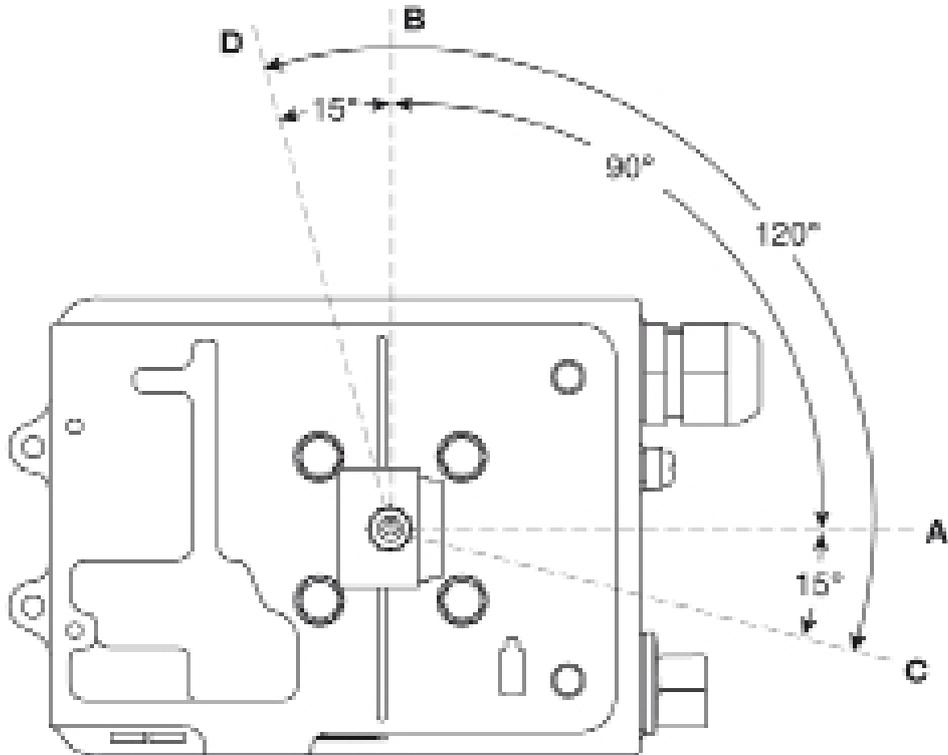
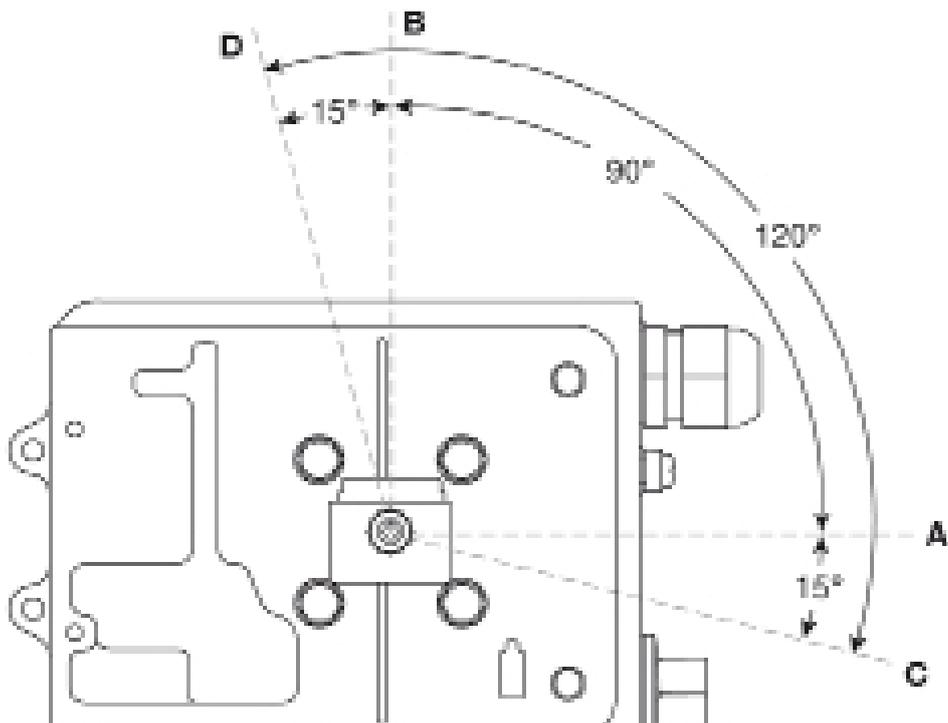

Fig. 43 Vue arrière du positionneur. Orientation de l'aimant dans le sens des aiguilles d'une montre.
Fig. 44 Vue arrière du positionneur. Orientation de l'aimant dans le sens contraire des aiguilles d'une montre.
5.3.2 Positionner l'aimant comme illustré sur les Fig. 43 et Fig. 44, et serrer le boulon afin de fixer l'aimant dans sa position. Il doit y avoir une distance de 5 à 14 mm entre l'aimant et le positionneur.
Voir la Fig. 43 pour le servomoteur avec la rotation dans le sens des aiguilles d'une montre.
Voir la Fig. 44 pour le servomoteur avec la rotation dans le sens contraire des aiguilles d'une montre.